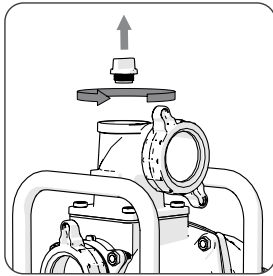

Fig 4
- Quite el tapón de llenado de la parte superior de la bomba. **(Fig. 4)**